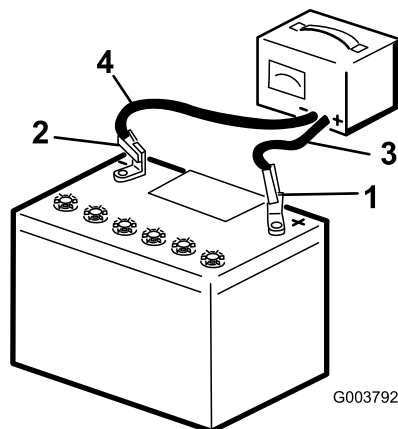

Figura 50
2. Caricate la batteria per 4-8 ore a 3-4 A (Figura 50). Non sovraccaricate.
3. Quando la batteria è completamente carica, staccate il caricabatterie dalla presa elettrica e scollegate i cavi di ricarica dai poli della batteria (Figura 50).